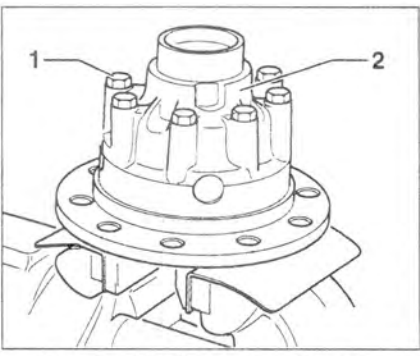

Рис. 5.119. Открутите болты 1 крепления крышки 2 и снимите ее.
3. Открутите болты 1 крепления крышки 2 и снимите ее (рис. 5.119).